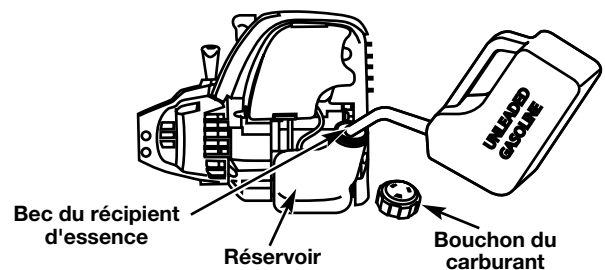

Fig. 19
1. Déposez le bouchon à essence (Fig. 19).
2. Placez le bec du récipient d'essence dans l'orifice du réservoir (Fig. 19) et remplissez celui-ci.